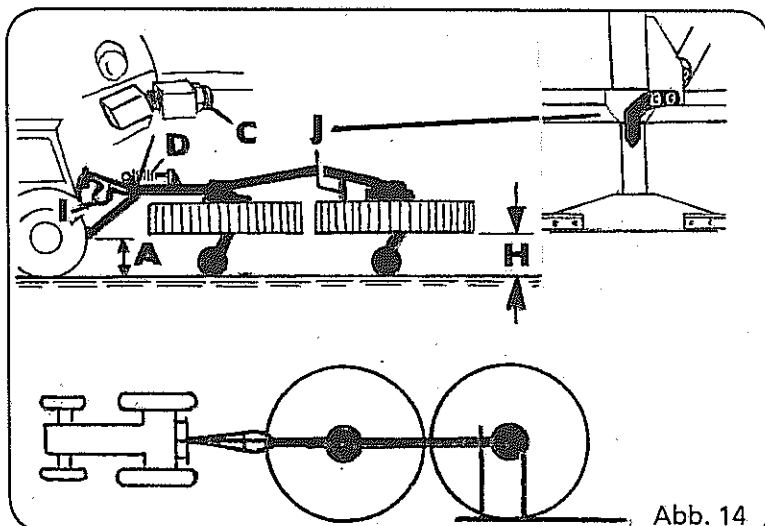

Abb. 14
Die Absperrhähne an der Hydraulik sind bei angehobener und geradegestellter Maschine (siehe Seite 8, Abb. 14) zu schließen.
3. Anschlagsschraube beim Erstanbau (Abb. 14, Pos. C) so einstellen, daß die Maschine in Transportstellung waagrecht steht. Je nach Traktortyp kann die Höhe der Unterlenker bzw. Hitch 35 - 45 cm betragen (Abb. 14, Pos. A).
- c) Schlaufe (Abb. 14, Pos. I) je nach Traktortyp unterschiedlich lang wählen.
7. Maschine mit Aushubzylinder ausheben. Die maximale Aushubhöhe der Kreisel beträgt ca. 45 cm (Abb. 14, Pos. H)
8. Kreisel mit Schwenkzylinder hintereinander in Transportstellung bringen (Abb. 14) bei eingeschobenem hinterem Schwadtuch.
Kontrolle: Zeiger (Abb. 14, Pos. J) muß mittig auf den Schutzbügelhalter zeigen.
Die Stabilisierungsfeder (Seite 8, Abb. 14, Pos. D) ist werksseitig leicht vorgespannt, so daß der vordere Kreisel bei unebenem Gelände in Arbeitsstellung keine unkontrollierten Nickbewegungen macht.